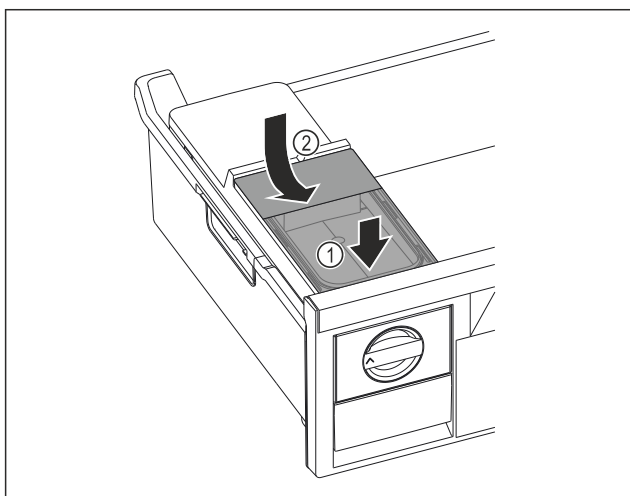

Fig. 110
- Rezervoar za vodo namestite spredaj. Fig. 110 (1)
- Zadaj rezervoar za vodo spustite. Fig. 110 (2)